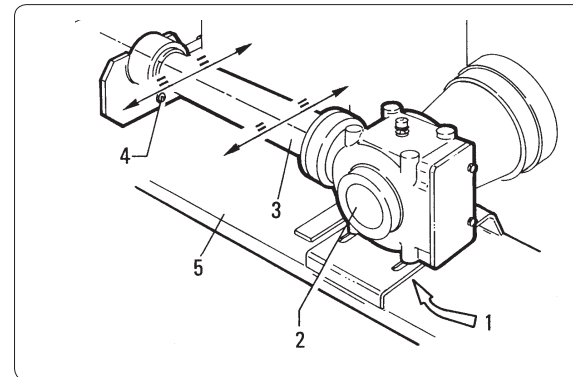

fig. 7.8.2
- 1- *die Schrauben "1" Abb. 7.8.2 zur Befestigung des Übersetzungsgetriebes und die Schraube "4" zur Blockierung der Verlängerung am Rahmen losdrehen.*
- 4 - Spostare il moltiplicatore fig. 7.8.2 nella stessa direzione e della stessa entità, per ripristinare l'allineamento del tubo di prolunga "3" con il telaio della macchina "5".
- 4 - Shift the gearbox fig. 7.8.2 in the same direction and to the same extent in order to realign extension tube "3" with chassis "5".